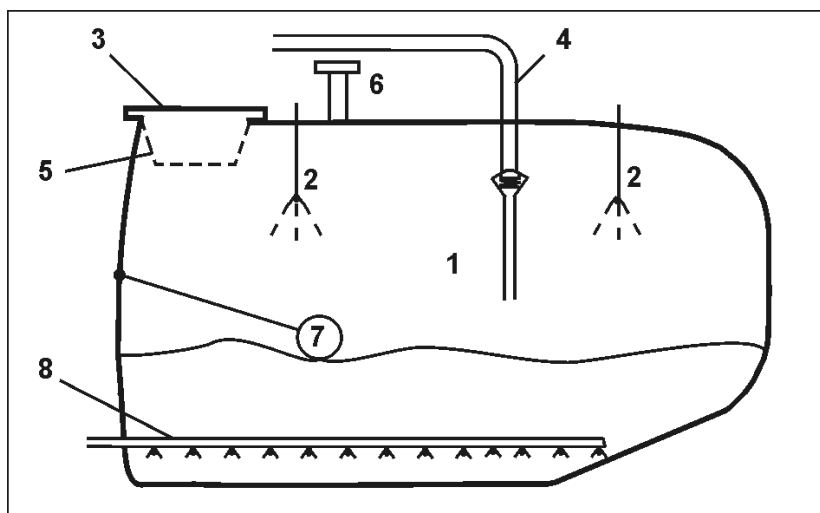

图 50
- 当机器停放在液压支脚上时，支脚控制显示器上的红色标记 (图 50/1) 即可看到。